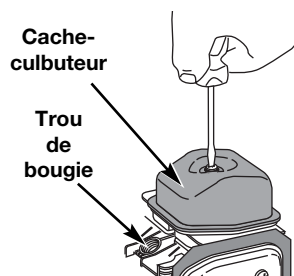

Fig. 33
7. Nettoyez toute saleté autour du cache-culbuteur. Retirez la vis retenant le cache-culbuteur à l'aide d'un tournevis à lame plate large ou à mèche no. T-25 Torx (Fig. 33). Enlevez le cache-culbuteur et le joint.
- Le piston est au sommet de sa course lorsqu'on regarde par le trou de la bougie (Fig. 33)